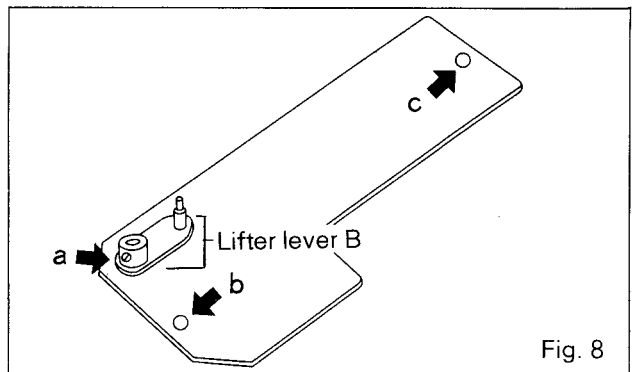

Fig. 8
6. REMOVE THE LIFTER LEVER B (Fig. 8).